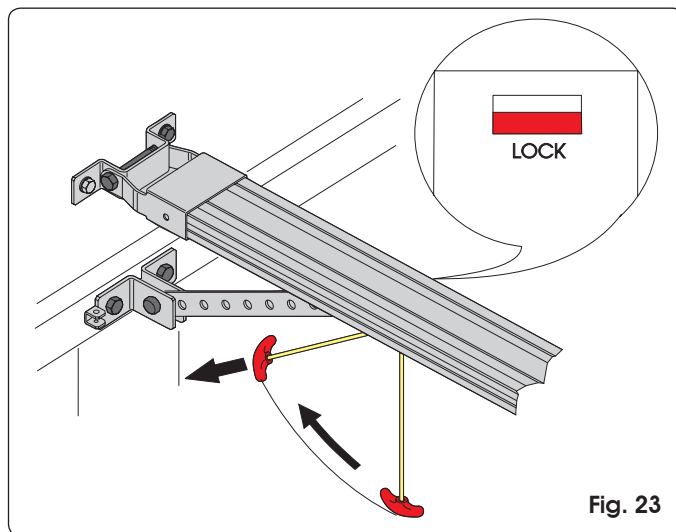

Fig. 23
- 4) Tirare la maniglia di sblocco orizzontalmente in direzione della porta (Fig. 23). Controllare che, al rilascio della maniglia, la finestrella LOCK posta sotto al carrello sia di colore rosso. Muovere manualmente la porta fino a ritrovare il punto di aggancio del carrello.